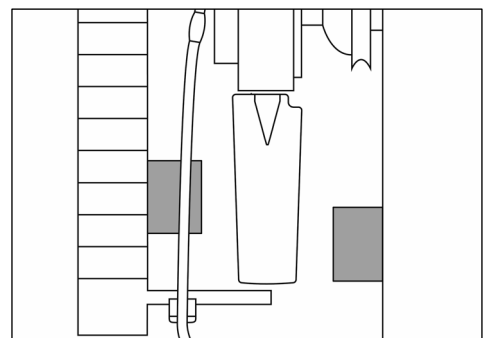

Fig. 34
- 30) Asegúrese de que las aspas situadas en diagonal no colisionen con ningún objeto delante ni detrás del ventilador (distancia mínima de 5 mm (0,196"), véase la Fig. 34).